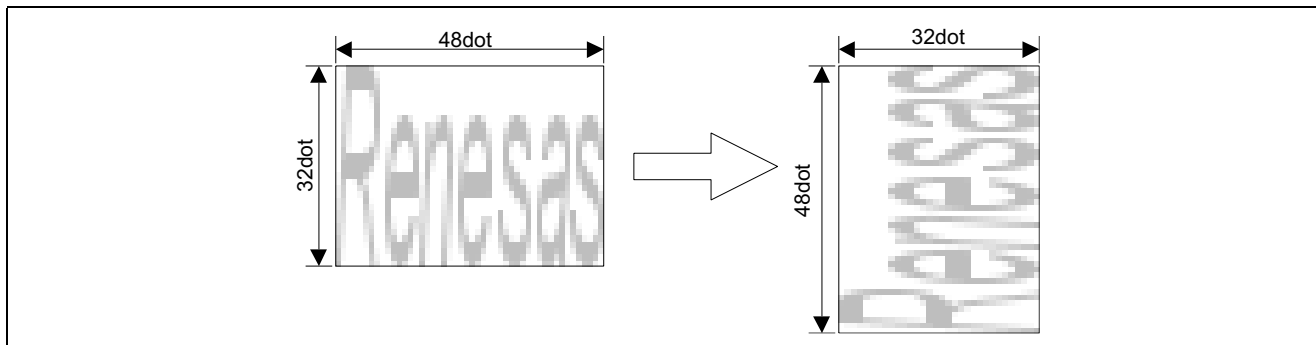

図1 画像データの 90 度左回転
- DMAC のオフセット転送機能を使用して、図 1 のように画像データを 90 度左回転します。